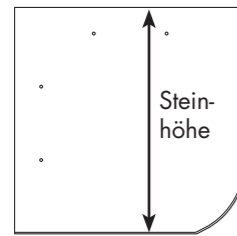

Abbildung 11a
- 1.1 Die **UNIGENIAL** Rundbogen Schablonen sind Decksteine, die aus dem Quadrat mit symmetrischer Eckabrundung hervorgehen (Abb. 11a und 11b). Die Eckabrundung beträgt bei Decksteinen ≤ 20 cm 4 cm und bei Decksteinen > 20 cm 29 % der Steinhöhe. Decksteine mit anderen Eckabrundungen sind Sonderformate.